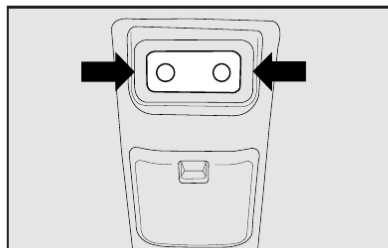

fig. 42
- 1) com uma chave de fenda no ponto indicado pela seta **fig. 42** remover o conjunto da luz interna montado a pressão;